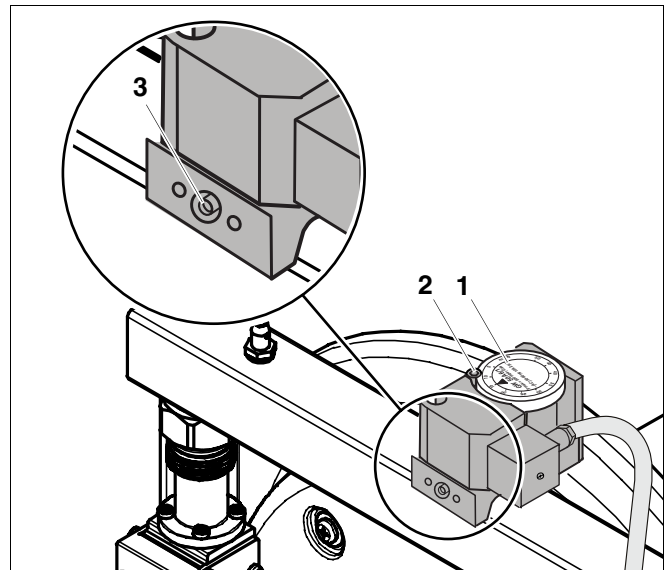

Fig. 33 Contrôle du pressostat de gaz
- Desserrez la vis de fermeture de l'embout de mesure (fig. 33, **pos. 3**) sur le pressostat gaz d'un demi-tour à un tour complet.
- Branchez le manomètre sur l'embout de mesure (fig. 33, **pos. 3**).
- Une fois les travaux sur la conduite de gaz terminés, contrôlez l'étanchéité de l'embout de mesure (fig. 33, **pos. 3**).